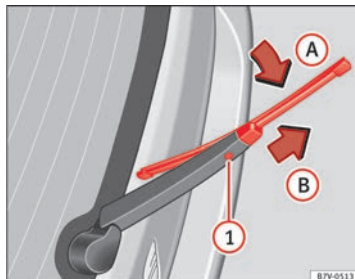

Fig. 112 Remplacement du balai de l'essuie-glacé arrière.
- Soulevez le bras de l'essuie-glace et rabattez-le à un angle d'environ 60° ⇒ fig. 112.
- Maintenez enfoncée la touche de déverrouillage ①.
- Rabattez le balai dans le sens du bras d'essuie-glace ⇒ fig. 112 (flèche A) et tirez en même temps dans le sens indiqué par la flèche B. Vous devrez probablement utiliser la force.